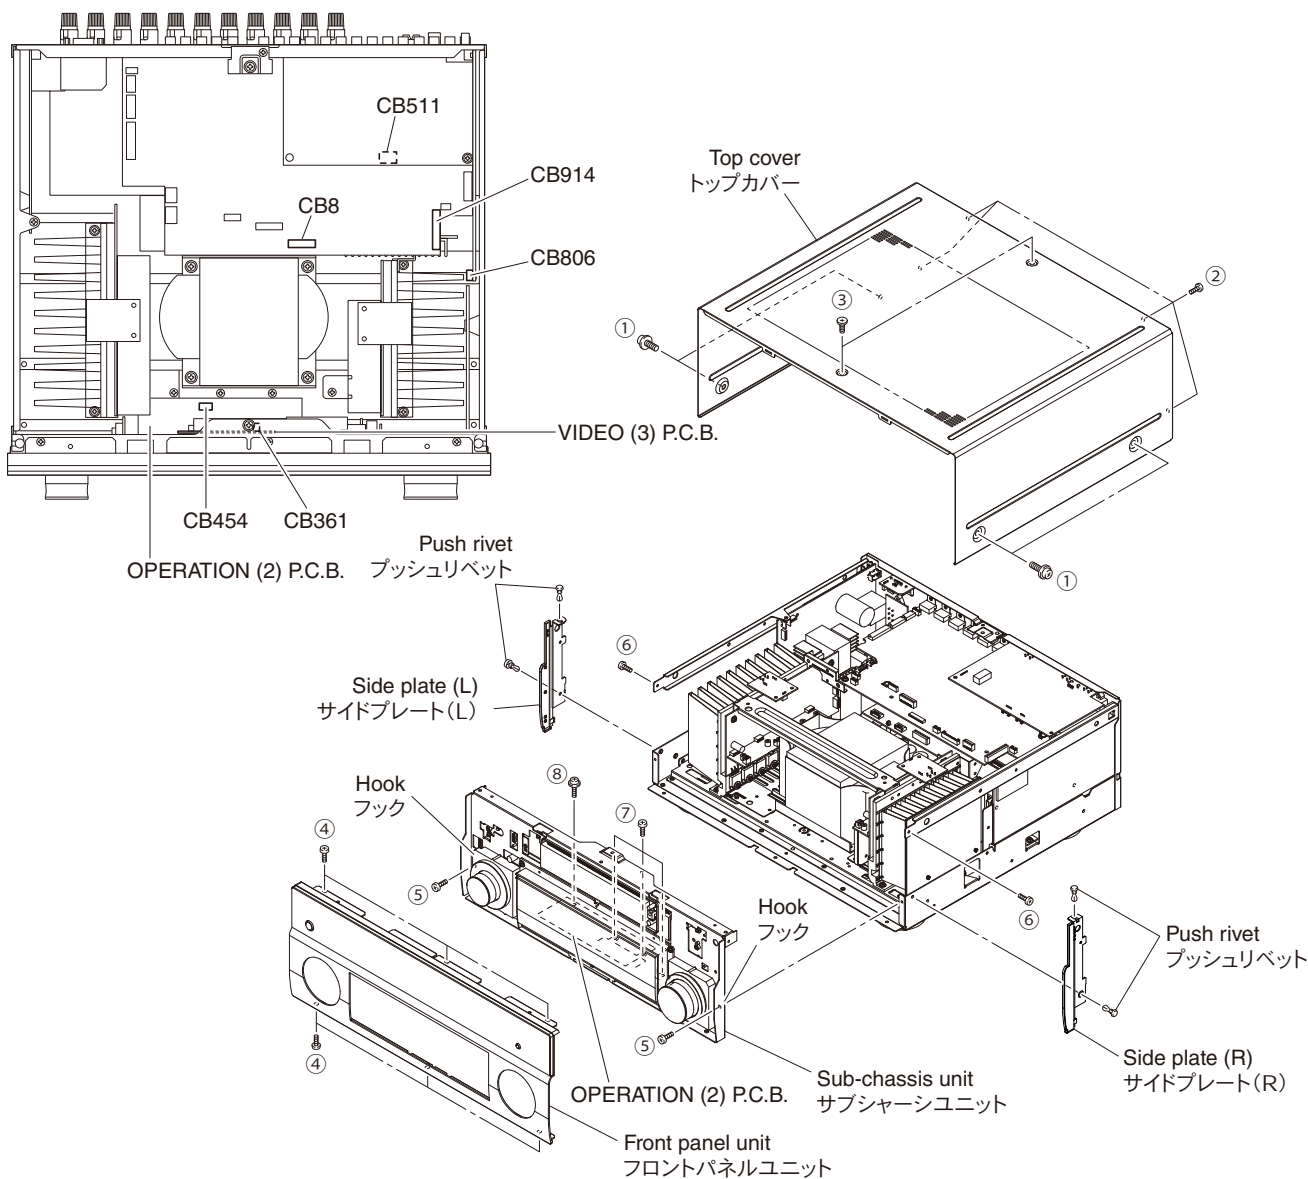

Fig. 1
- a. Remove 4 screws (①), 4 screws (②) and 2 screws (③). (Fig. 1)
- b. Lift the rear of the top cover to remove it. (Fig. 1)
- a. ①のネジ4本、②のネジ4本、③のネジ2本を外します。(Fig. 1)
- b. トップカバーの後部を持ち上げ、取り外します。(Fig. 1)
- a. Remove 6 screws (④) and then remove the front panel unit forward. (Fig. 1)
- b. Remove 4 push rivets and then remove the side plate (L) and the side plate (R). (Fig. 1)
- c. Remove 2 screws (⑤), 2 screws (⑥), 3 screws (⑦) and screw (⑧). (Fig. 1)
- d. Remove CB8, CB361, CB454, CB511, CB806 and CB914. (Fig. 1)
- e. Release 2 hooks, and remove the sub-chassis unit. (Fig. 1)
- a. ④のネジ6本を外し、フロントパネルユニットを前方に取り外します。(Fig. 1)
- b. プッシュリベット4個を外し、サイドプレート (L)、サイドプレート (R) を取り外します。(Fig. 1)
- c. ⑤のネジ2本、⑥のネジ2本、⑦のネジ3本、⑧のネジ1本を外します。(Fig. 1)
- d. CB8、CB361、CB454、CB511、CB806、CB914を外します。(Fig. 1)
- e. フック2箇所を外し、サブシャーシユニットを取り外します。(Fig. 1)